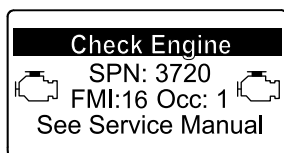

Figure 70
- Avertissement moteur SPN 3720, FMI 16 (Figure 70)